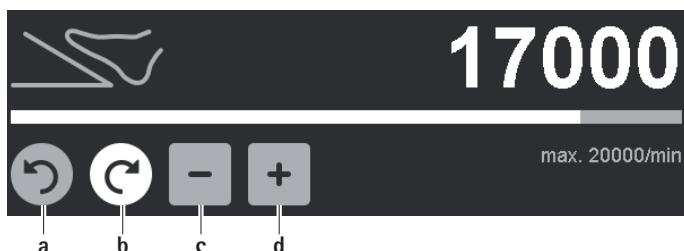

Fig. 6 Alterar o limite superior da gama de rotações/sentido da rotação
- Alterar o sentido de rotação (exceto perfurador GA844): Premir a tecla, cinzenta e inativa, do sentido de rotação Marcha à direita/Marcha à esquerda **a/b**, ver Fig. 6.